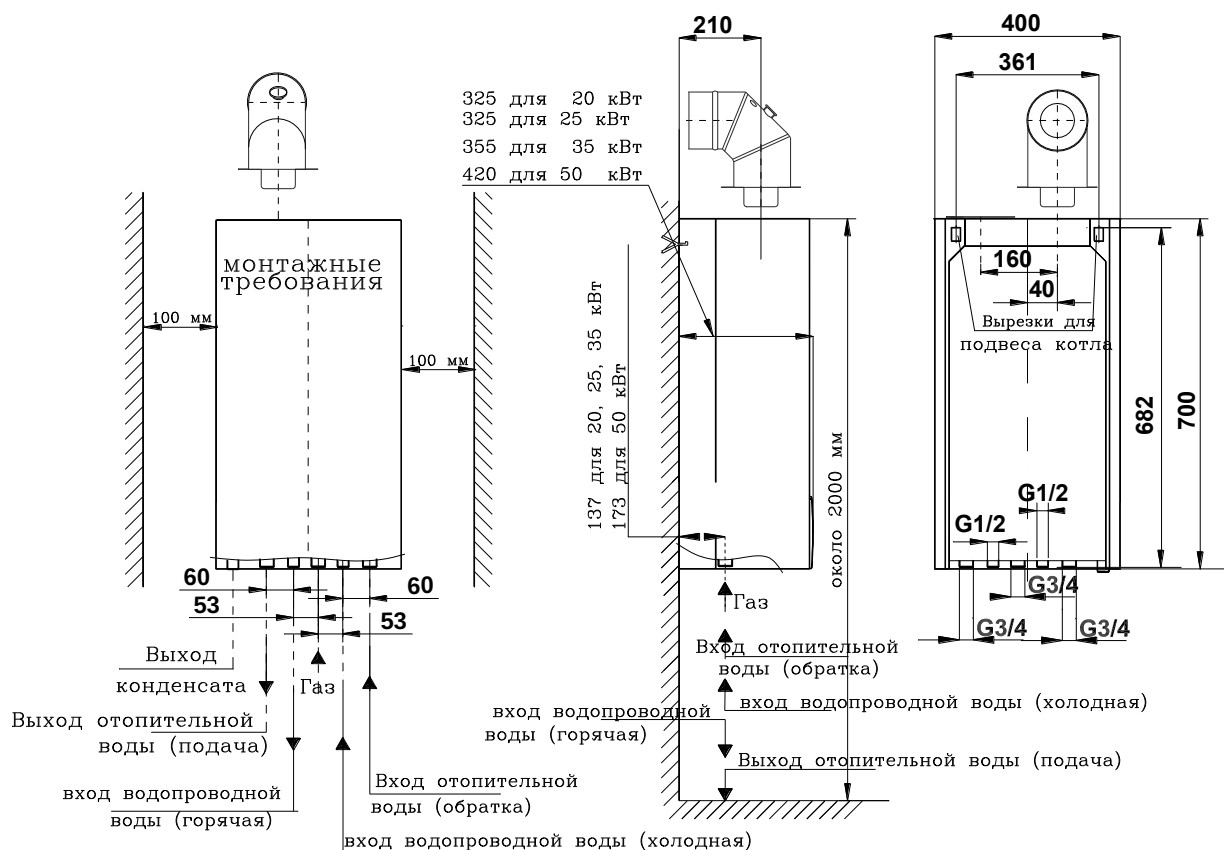

Рис.. 3.3.1 Установочные размеры двухконтурных котлов типа ECOCONDENS CRYSTAL
- Патрубки питания (подачи) и возврата (обратки) контура отопления аппарата прикрутить к установке при помощи соединителей. Расположение патрубков указано на рис.3.3.1. и 3.3.2.